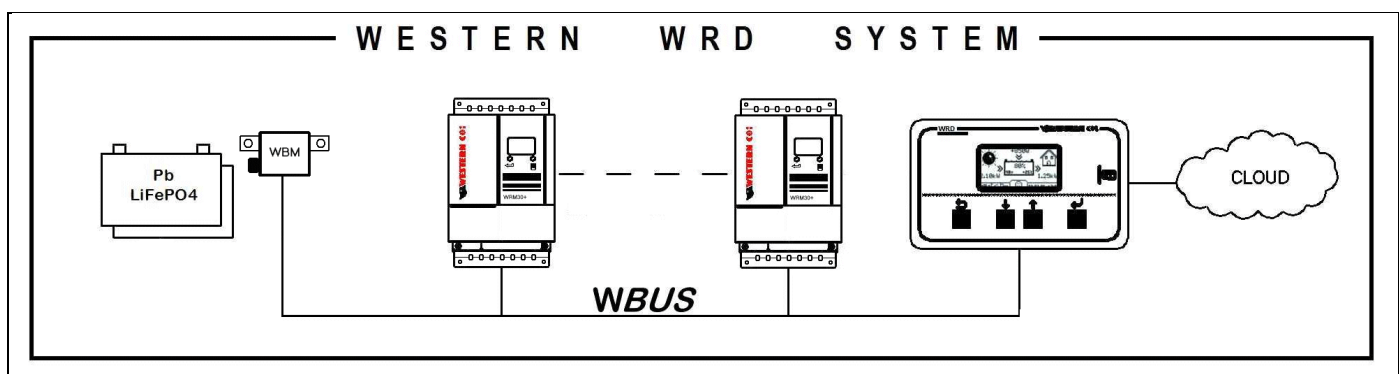

Abb. 3 Referenzschema des WESTERN WRD SYSTEM
- 2) Warten Sie (~30 Sekunden), bis auf dem Display die Animation im Icon der Batterie verschwindet (*Abb. 3 - Anzeige Ladestrom*)